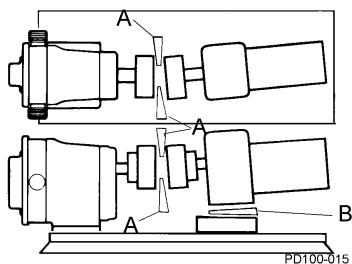

Figura 19 - Verificare aliniament unghiular
1. Dacă folosiți senzori sau calibrul conic (Figura 19, articole A și B), verificați aliniamentul în patru puncte la fiecare 90 grade în jurul cuplajului; **reglați dimensiuni egale în toate punctele.**